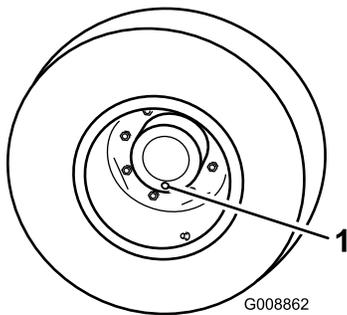

Figura 58
- Con la macchina parcheggiata su una superficie piana, posizionate la ruota in modo che i tappi di controllo si trovino nella posizione inferiore (ore sei) (Figura 58).